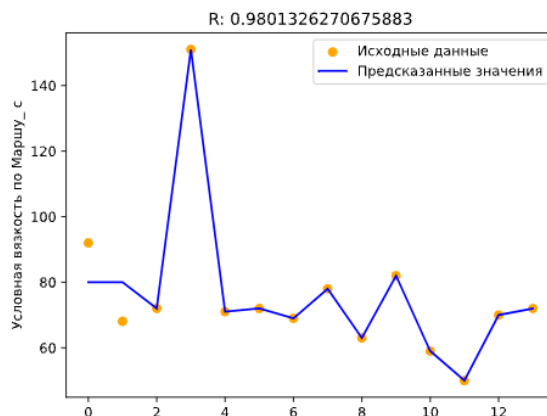

Рисунок 6 – Результаты моделирования
3) Просмотр результатов моделирования (рисунок 6) по всем выходам с указанием коэффициента детерминации (R).